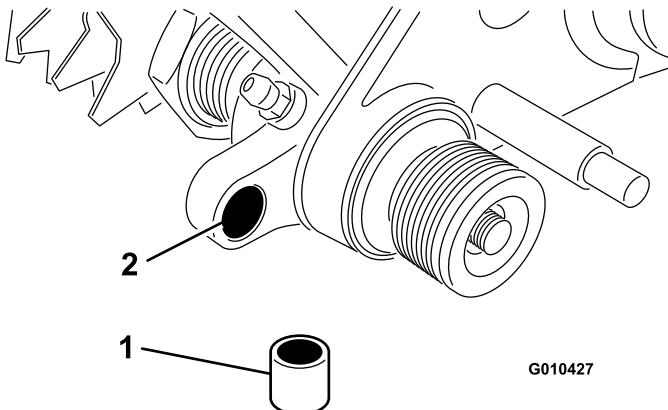

Figure 13
- Insérez une douille dans le trou de l'entraînement gauche (Figure 13).